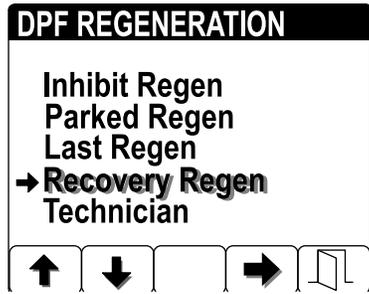

図 23
- 再生 DPF Regeneration メニューから、ボタン 1 と 2 を使ってスクロールして PARKED REGEN 駐車再生または RECOVERY REGEN リカバリ再生に入る 図 23。